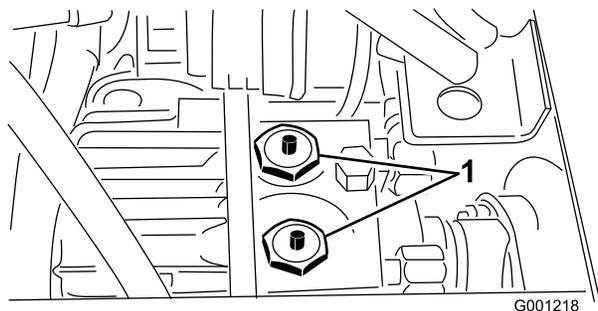

図 33
2. トランスミッション上部にある2つのチェックバルブアセンブリ(図 33)の中心にあるピンを押しながら牽引する。図 33 は運転席をプレートごと外した状態の写真である。